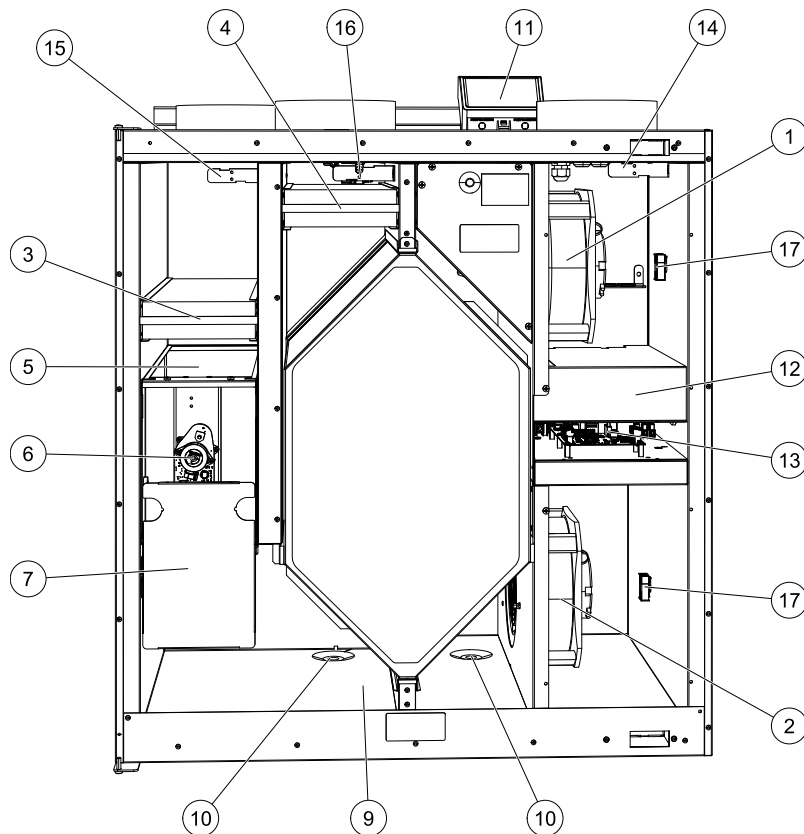

Bild 9 Komponenten
Der eingebaute Bypassklappe (Pos. 5 Abbildung 9) ist an der Enteisung, der Kälterückgewinnung und der Zulufttemperaturregelung des Gerätes beteiligt. Der Klappenmotor wird durch ein analoges 0-10 V Signal gesteuert.
Je nach der relativen Feuchtigkeit in der Abluft kann sich auf den kalten Oberflächen des Wärmetauschers Kondenswasser bilden. Das Kondenswasser sammelt sich in der Kondenswasserschale (Pos. 9 Abbildung 9) an der Unterseite des Geräts und wird durch die Abflüsse (Pos. 10 Abbildung 9) abgelassen, die sich an jeder Seite des Wärmetauschers befinden. Die Abflussöffnungen sind 1/2" groß mit äußeren Gewinderohranschlüssen (Kapitel 5.3.1).
- Zuluftsensor (Pos. 14 Abbildung 9)
- Außenluftsensor (Pos. 15 Abbildung 9)
- Abluftsensor (Pos. 16 Abbildung 9).